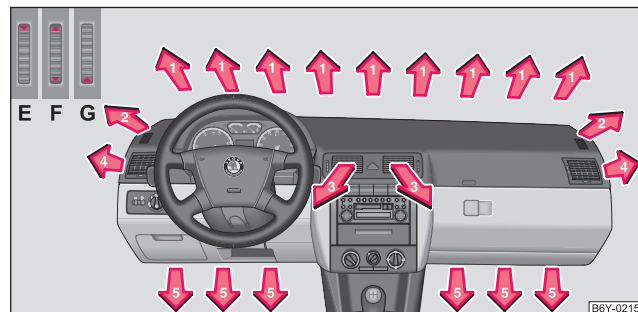

Fig. 79 Duzele de ventilație
- Duzele de ventilație 4 ⇒ Pagina 90, Fig. 79, deschise și îndreptate spre geamurile laterale.
- Duzele de ventilație 3 și 4 ⇒ Pagina 90, Fig. 79, deschise
- **Duzele de ventilație sunt deschise complet** - roțița verticală este în poziția F ⇒ Pagina 90, Fig. 79.